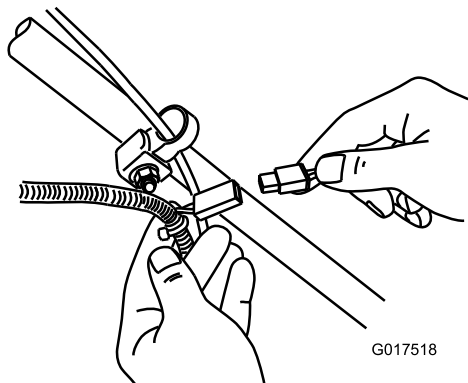

Рисунок 32
1. Подсоедините зарядное устройство к жгуту проводки, расположенному под ключом зажигания (Рисунок 32).